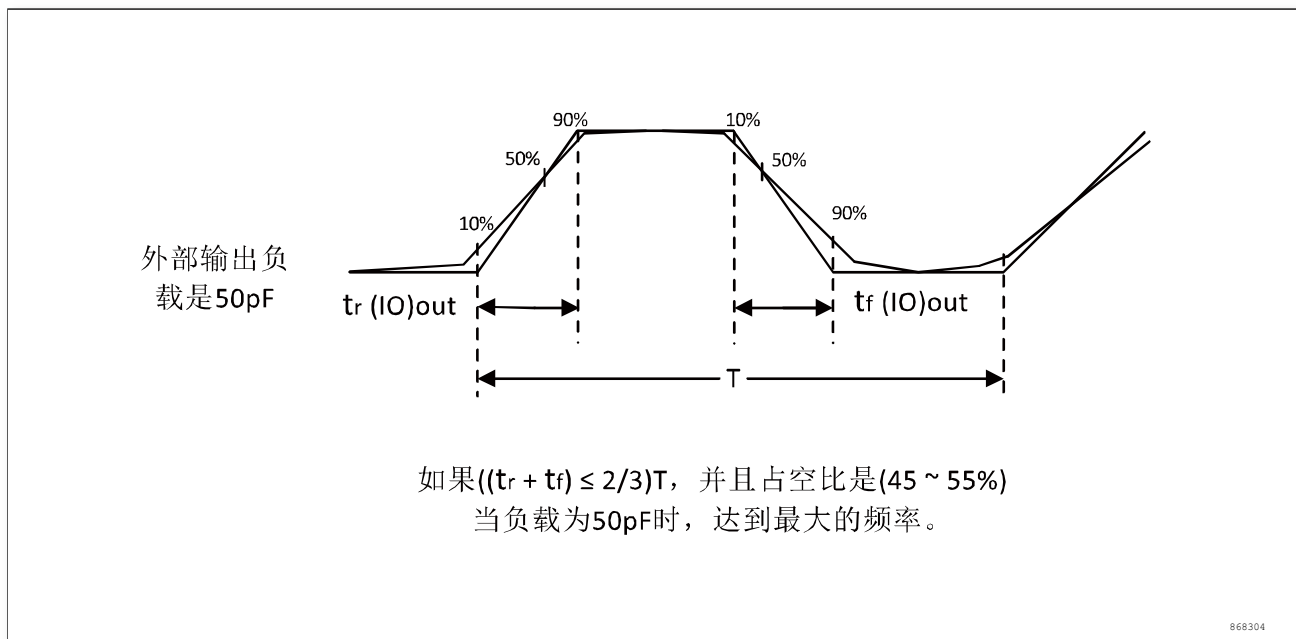

图 4-11 输入输出交流特性定义
输入输出交流特性的定义和数值分别在图 4-11 和表 4-27 给出。
2. 最大频率在图 4-11 中定义。